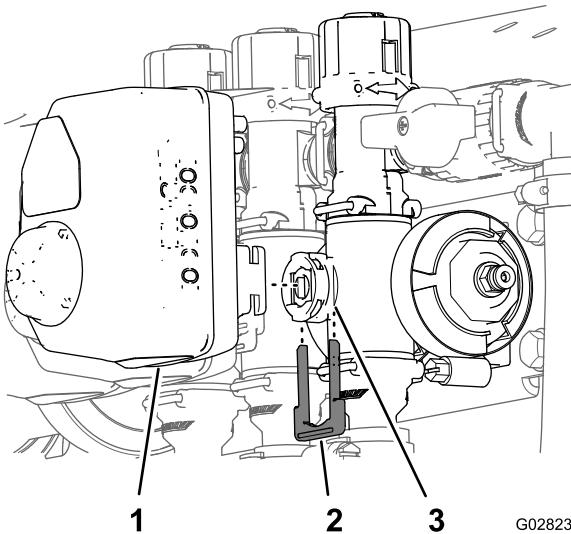

Figure 61
3. Retirez l'étrier qui fixe l'actionneur à la valve du collecteur pour le régulateur de débit, la vanne d'agitation, la vanne maîtresse des rampes ou la vanne de section de rampe (Figure 61).